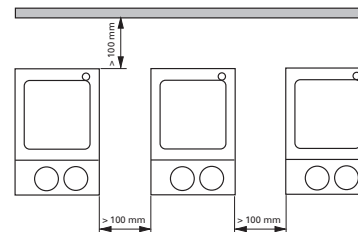

Fig. 3
- Należy dbać o przestrzeganie minimalnych odległości pomiędzy urządzeniami, pomiędzy urządzeniem i ścianą oraz ponad zestawem (przynajmniej 800 mm), (rys. 3).